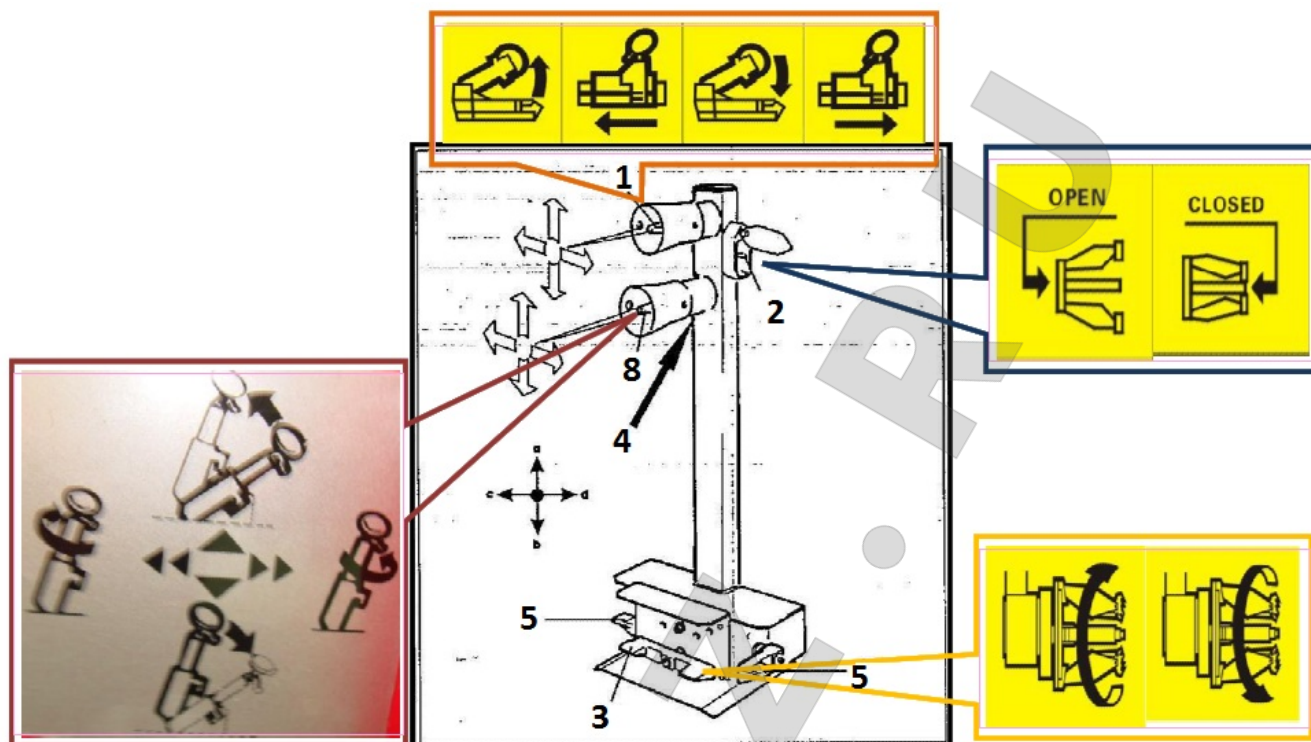
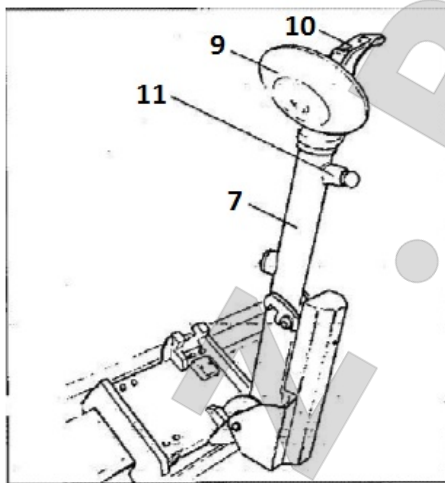
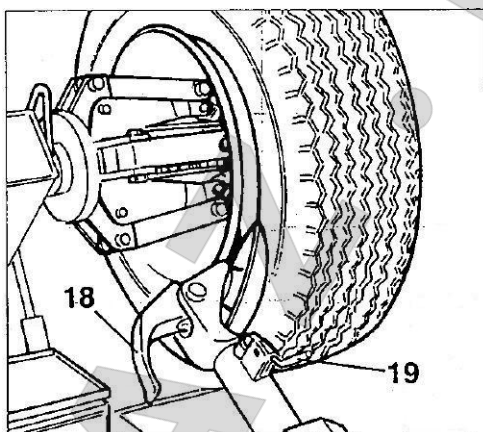

Рис. 6.2
Рис. 6.3
Рис. 7.4
Мобильный пульт управления (рис. 6.2) позволяет оператору работать в любом положении относительно станка. Пульт оснащен следующими элементами управления:
- Верхний рычаг управления (8, рис. 6.2) в положении а** поднимает держатель кулачкового зажима и в **положении б** опускает его. В **положении с** перемещает кулачковый зажим вправо и монтажную лапу влево (они оказываются рядом друг с другом), в **положении d** смещает кулачковый зажим влево и монтажную лапу вправо (теперь они расположены далеко друг от друга).
- Нижний рычаг управления (15, рис. 6.2) в положении а** перемещает монтажную лапу в нерабочее положение, в **положении б** перемещает лапу в рабочее положение. При перемещении в **положение с** поворачивает монтажную головку на 180 град. против часовой стрелки, при перемещении в **положение d** поворачивает монтажную головку в противоположную сторону и возвращает ее в исходное положение.
- Переключатель зажима (9, рис. 6.2) в верхнем положении** разводит рычаги самоцентрирующегося кулачкового зажима (ФИКСАЦИЯ), в нижнем положении сводит рычаги самоцентрирующегося кулачкового зажима (НЕЗАФИКСИРОВАНО).
- Педаля (10, рис. 6.2) при нажатии с левой или правой стороны** включает вращение зажима в направлении, указанном стрелкой на педали.
- Выключатель второй скорости (11, рис. 6.2) при нажатии с педалью (10, рис. 6.2)** включает высокую скорость вращения кулачкового зажима.
6. **Педаль включения второй скорости вращения (12, рис. 6.2)** перемещают кулачковый зажим и монтажную лапу, каретку на высокой скорости.
На станке также имеется кнопка (19, рис. 6.3), которая позволяет менять приспособления (например, при установке диска для обслуживания бескамерных шин RT).
- 1) Переместить нижний рычаг управления (15, рис. 6.2) вверх (а), монтажная лапа (14, рис. 6.3) должна повернуться в нерабочее положение.
- 2) Монтажная лапа займет нерабочее положение, при перемещении верхнего рычага управления (8, рис. 6.2) вверх (а) держатель кулачкового зажима (2, рис. 3.1) должен подняться, при перемещении рычага управления вниз (b) держатель кулачкового зажима должен опуститься.
При перемещении верхнего рычага управления влево (с) держатель кулачкового зажима (2, рис. 3.1) перемещается вправо, а монтажная лапа (14, рис. 6.3) влево. Оба приспособления располагаются рядом друг с другом.
Повторить указанные операции (с и d), одновременно нажимая на одну из двух педалей (12, рис. 6.2). Вышеуказанные движения будут происходить на высокой скорости.
- 3) Повернуть рычаг переключателя (9, рис. 6.2) вверх: рычаги зажима (3, рис. 3.1) должны раскрыться. Повернуть рычаг вниз, рычаги зажима сводятся.
Повторить указанные операции, одновременно нажимая на одну из двух педалей (12, рис. 6.2). Вышеуказанные движения будут происходить на высокой скорости.
- 4) Нажать правую педаль (10, рис. 6.2): зажим (3, рис. 3.1) начнет вращаться по часовой стрелке, при нажатии левой педали зажим вращается против часовой стрелки. Нажать на выключатель второй скорости (11, рис. 6.2) вниз и повторить указанные выше операции: зажим будет вращаться с повышенной скоростью.
- переместить переключатель зажима (9, рис. 6.2) в верхнее положение, чтобы развести рычаги кулачкового зажима;
- 5) Свести кулачки (22, рис. 3.1), сдвинуть колесо на подвижной опоре в направлении самоцентрирующегося кулачкового зажима. Привести в действие выключатель (9, рис. 6.2), чтобы раскрыть кулачковый зажим и зафиксировать обод колеса изнутри. Далее на рисунках приведены наиболее распространенные методы крепления колес.
- Используя нижний рычаг управления (15, рис. 6.2), сложить держатель в нерабочее положение, переместить и зафиксировать его в этом положении (рис. 7.4).
ПРИМЕЧАНИЕ. В процессе отрыва борта шины монтажную головку (18, рис. 7.4) можно вывести из рабочей зоны.